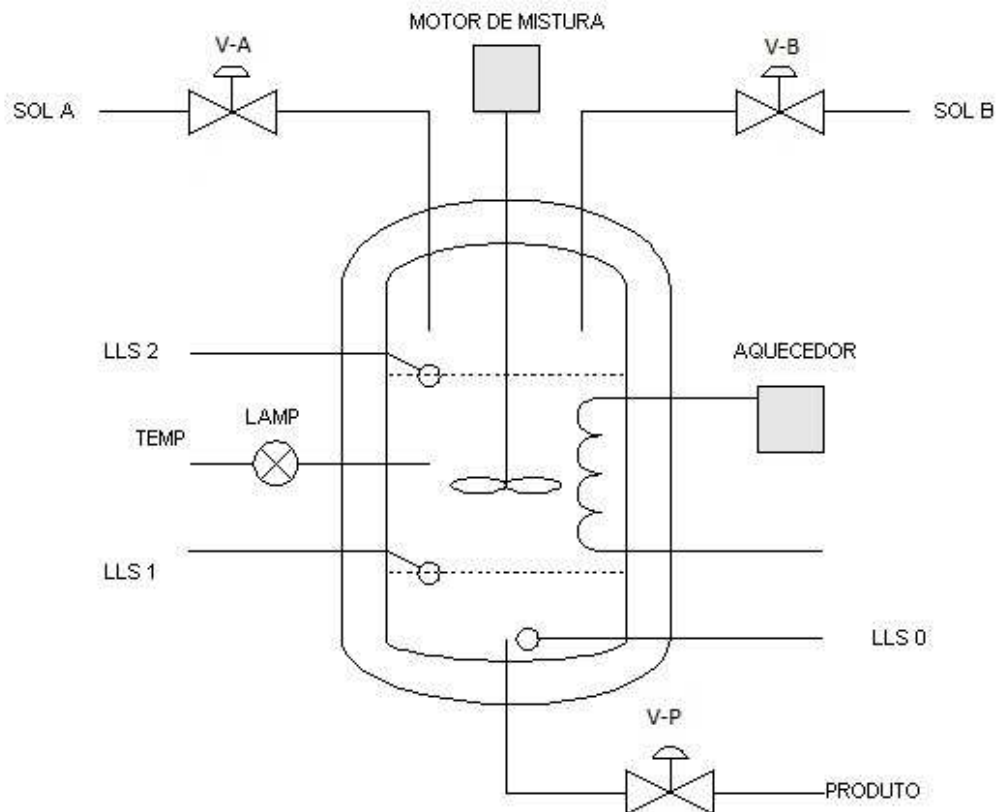

Figura 2 – Reator batelada
**03.** A Figura 2 mostra um diagrama de um reator batelada para a reação de duas substâncias SOL A e SOL B. Inicialmente, o reator deve estar vazio, que é indicado pela chave de nível LLS0 em nível alto (nível 1). Assim sendo, deve ocorrer a adição da substância SOL A (por meio de V-A) até que a chave LLS1 atinja o nível alto e em seguida a adição de SOL B (por meio de V-B) até que a chave LLS2 atinja o nível alto. Depois, deve ocorrer a mistura através da ligação do motor por 2 minutos. Por fim, a vazão do produto deve ser liberada por meio da válvula V-P, indicada na figura, até que a chave LLS0 esteja em nível alto (reator vazio), quando o ciclo se repete. O controle de temperatura liga-desliga deve mantê-la em  $100^{\circ}\text{C} \pm 5\%$  durante todo o processo, para tanto, sempre que a temperatura **extrapolar** a faixa permitida, o aquecedor deve ligar e a luz LAMP deve acender. Faça um programa em LADDER para o problema proposto.